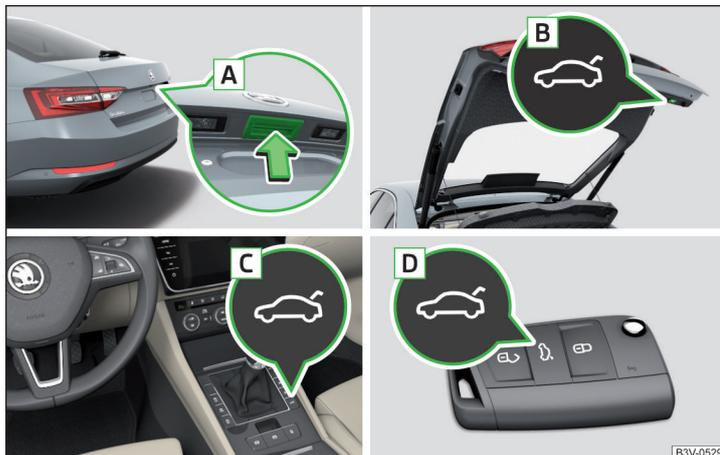

Abb. 58 Klappenbedienung
- ▶ Durch das Drücken des Griffs **A** » Abb. 58.
- ▶ Durch das Drücken der Taste **B** » Abb. 58.
- Die Taste **A** » Abb. 58 wird beim Anfahren bzw. ab einer Geschwindigkeit von mehr als 5 km/h deaktiviert. Nach dem Anhalten und Öffnen einer Tür wird die Taste wieder aktiviert.
- Die Taste **B** » Abb. 58 auf Seite 67 gedrückt halten, bis ein akustisches Signal ertönt.
Die Klappe reagiert nicht auf ein Öffnungssignal	Entfernen eines eventuellen Hindernisses (z. B. Schnee), erneutes Öffnen der Klappe » Seite 67 Drücken des Griffs A » Abb. 58 auf Seite 67 und Ziehen der Klappe nach oben